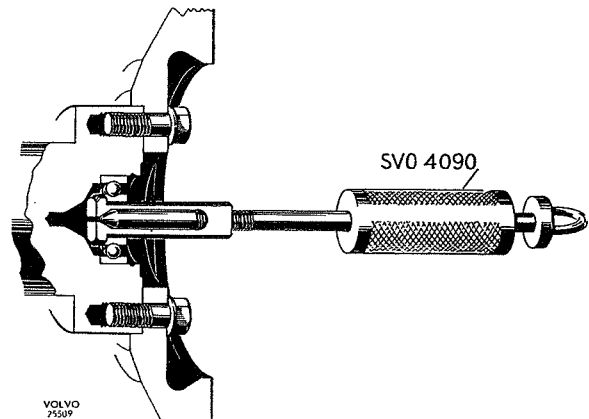

Fig. 4-9. Het verwijderen van het vliegwiellager
1. Het lager wordt met trekker SVO 4090 uit het vliegwiel getrokken zie Fig. 4-9. Het lager wordt in benzine schoongemaakt. Indien het lager bij controle soepel en gelijkmatig loopt en geen noemenswaardige speling heeft, moet het met lagervet verpakt en weer gemonteerd worden. N.B. Er moet hittebestendig vet worden gebruikt.